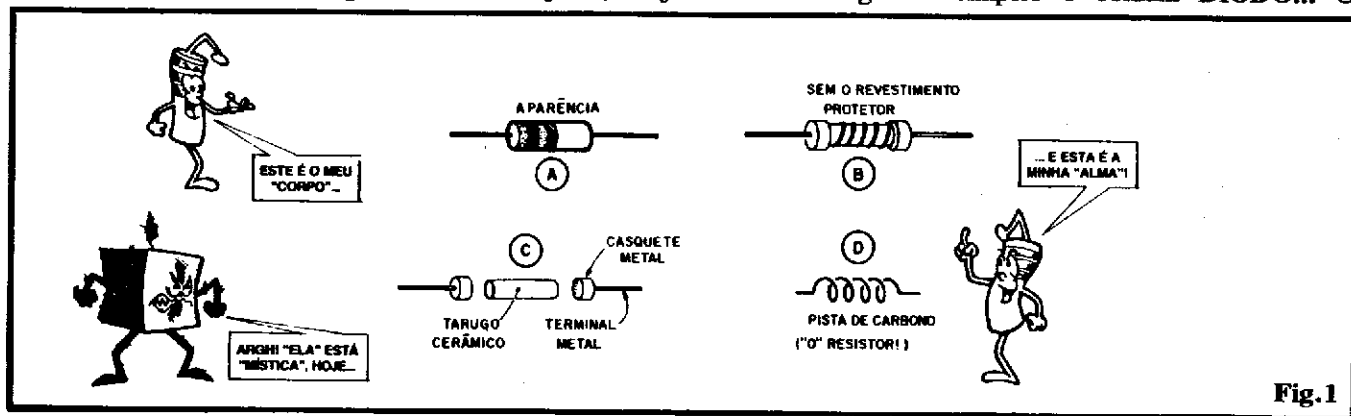

Fig. 1
- FIG. 1 - A esmagadora maioria dos chamados componentes "discretos" ou "unitários" é, na verdade, MAIOR DO QUE PRECISAVA ser, a nível puramente teórico! O tamanho externo, físico, final, de praticamente qualquer componente eletrônico, é ditado muito pouco pela sua real função, mas bastante pelas condições práticas construcionais dos circuitos e aparelhos! Vamos a uma analogia "crua", mas capaz de ilustrar bem a "coisa": o que realmente importa, efetivamente faz alguma coisa, numa simples faca de cozinha, é o fio, a linha aguçada de corte, enfim, aquela estreita faixa (1 ou 2 milímetros) de aço, devidamente amolada, capaz de seccionar os materiais a serem cortados. No entanto, para que alguém possa, confortável e seguramente, usar a dita faca, esta precisou ver o "restante" da lâmina, um volumoso cabo, os parafusos e arrebites de fixação, etc. A faca mesmo é só o "fio"! O resto é complemento funcional ou operacional! Se pudéssemos usar uma faca consistente apenas do "fio", esta seria menor, mais leve, mais barata, etc. Infelizmente, não há como - na prática - "simplificar" uma faca no sentido exemplificado (embora alguns dispositivos industriais de corte usem, na realidade, apenas um "fio", mesmo, de aço...!). Vejamos essa analogia
- FIG. 1-A - Um simples resistor, com seu corpo (aparentemente...) pequeno, anéis de cores identificadoras do valor, terminais, etc. Vamos, primeiro, "desnudar" o coitado...
- FIG. 1-B - Removida a camada de tinta ou revestimento isolante/protetor externo, a peça teria a aparência mostrada, que pode ser "desmembrada" nos segmentos a seguir mostrados...
- FIG. 1-C - O substrato "mecânico" do resistor não passa de um tarugo de cerâmica, cilíndrico, a cujas extremidades encontram-se acoplados dois casquetes metálicos, ligados a terminais metálicos de acesso externo...
- FIG. 1-D - O RESISTOR mesmo, eletricamente falando, consiste apenas numa levíssima "pista" de carbono ou grafite, "recortada" em espiral sobre o tarugo/base! O peso, o volume físico do "resistor real", não deve ultrapassar, digamos, um centésimo dos parâmetros apresentados pela peça "inteira" (fig. 1-A)! Se pudéssemos - na prática - manipular e usar o "resistor real" (1-D), lidaríamos com algo muito menor, mais leve e... mais barato...!